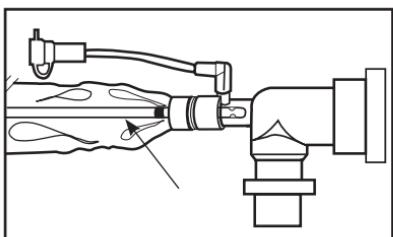
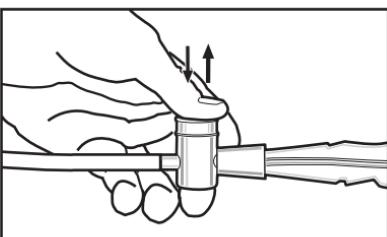

图5 冲洗导管，直到导管干净
图6 间歇地按下然后释放拇指阀，用于清空导管腔
- 将液体慢慢的注入冲洗口，同时按下拇指控制阀 (图6)。
- 继续冲洗，直到导管干净 (图5)。
- 间歇性地按下/松开拇指控制阀 (图6)，直到导管和导管腔干净 (图5)，或直到注射器变空。
- 间歇地按下然后释放拇指阀 (图6)，直至导管和腔通畅 (图5)或小瓶清空。